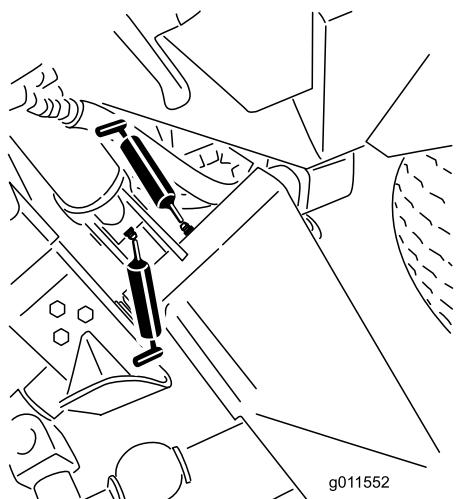
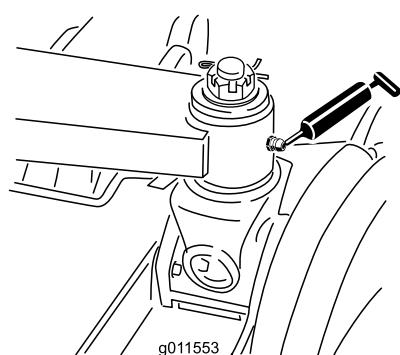

Figure 45
Figure 46
- Bagues de bras de relevage principal (6) (Figure 45 et Figure 46)